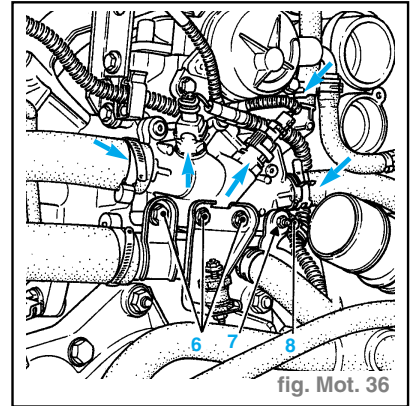

fig. Mot. 36
- les deux béquilles (A),
- les raccords inférieurs d'huile (3) et de circulation d'eau sur le tube d'eau en (4).
- les vis de fixation du tube d'eau (6) ainsi que l'ensemble écrou-goujon (7), (fig. Mot. 36)